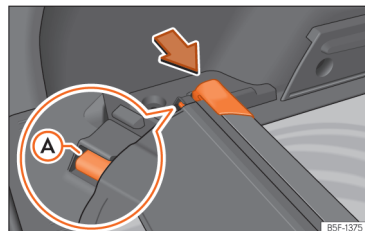

Abb. 180 Im Gepäckraum: Aufnahme zum Verstauen der aufrollbaren Abdeckung.
- Drücken Sie den Kopfteil der aufrollbaren Abdeckung in Pfeilrichtung, bis diese in der vorgesehenen Aufnahme einrastet »» (Abb. 180). Stellen Sie sicher, dass das Gleitstück **A** in der entsprechenden Aufnahme einrastet.